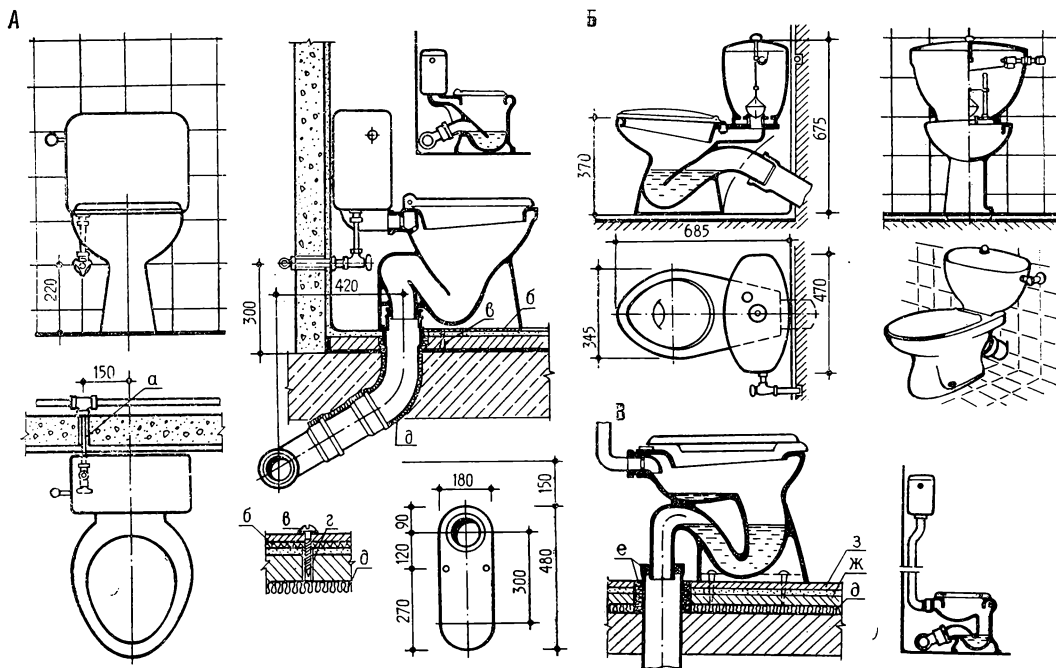

Рис. 12. Унитазы:
**Унитазы** выпускаются трех типов. Первый, самый древний, унитаз тарельчатый с высоко расположенным бачком «Эврика». В нем над сифоном предусмотрена небольшая выемка — «тарелка», куда постоянно натекает вода (рис. 12). Второй тип — унитаз воронкообразный, над сифоном чаша-воронка. Третий тип — унитаз козырьковый. Он тоже воронкообразный, только в чаше сделан выступ-козырек для гашения брызг. На цельнолитой полочке монтируется смывной бачок «Компакт». Чаша унитаза заужена, слегка вытянута, носик приподнят.